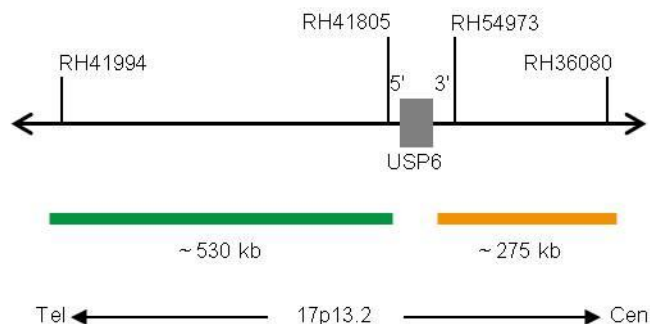

Fig. 1 : Carte de la sonde SPEC USP6 (pas à l'échelle)
- Polynucléotides marqués au ZyGreen (excitation 503 nm/émission 528 nm) (~10,0 ng/ μ l), qui ciblent des séquences en 17p13.2* (chr17:4,489,889-5,017,582) distale de la région des points de rupture de USP6 (voir figure 1).
- Polynucléotides marqués au ZyOrange (excitation 547 nm/émission 572 nm) (~4,5 ng/ μ l), qui ciblent des séquences en 17p13.2* (chr17:5,087,046-5,361,104) proximale de la région des points de rupture de USP6 (voir figure 1).